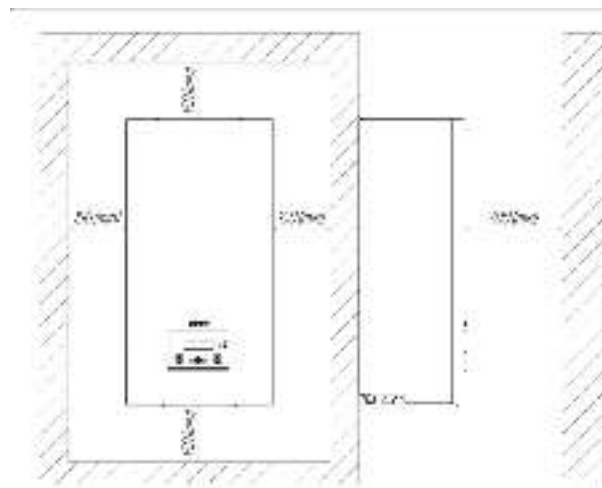

Рисунок 3. Минимальные расстояния прибор желательно располагать на нижнем уровне отапливаемого здания.
4.2.1 Проверьте место установки прибора: минимальное расстояние от прибора до легковоспламеняемых частей конструкций должно быть не менее 150 мм (см. рисунок 3).